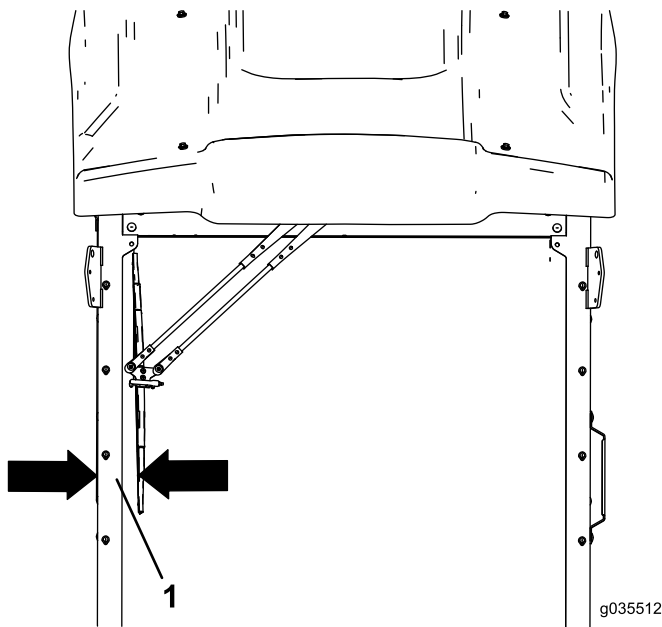

Figura 4
2. Instale o braço do limpador para-brisas no motor espaçando a escova 76 mm afastada da borda do para-brisas (Figura 4).